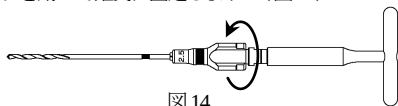

図 14
- 13) 2.5 ドリルの後端に 2.5 ドリルチャックを接続し、ガイドピンチャック用ソケットレンチを用いて確実に固定します。(図 14)